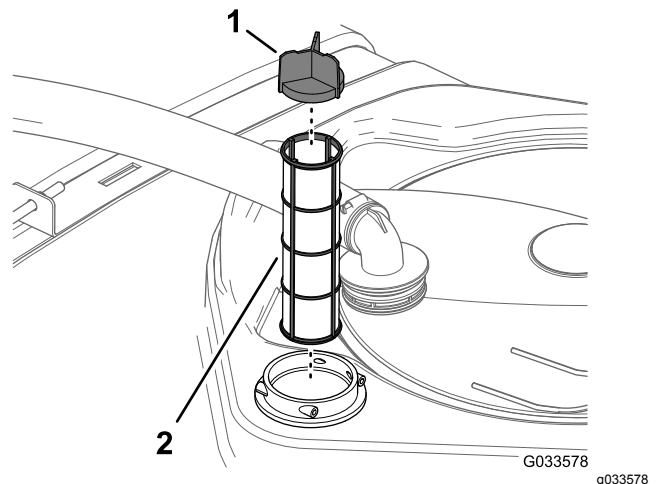

Figure 21
4. Sortez la crépine d'aspiration du logement du filtre dans la cuve (Figure 21).